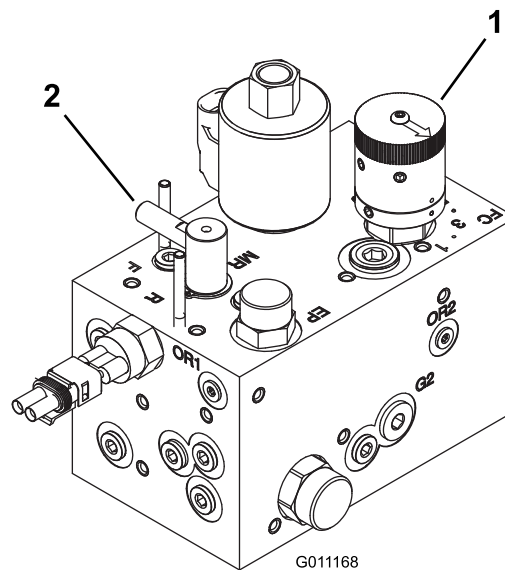

Figure 76
3. Tournez le levier de rodage à la position de rodage (R). Tournez la commande de vitesse des cylindres à la position 1 (Figure 76).